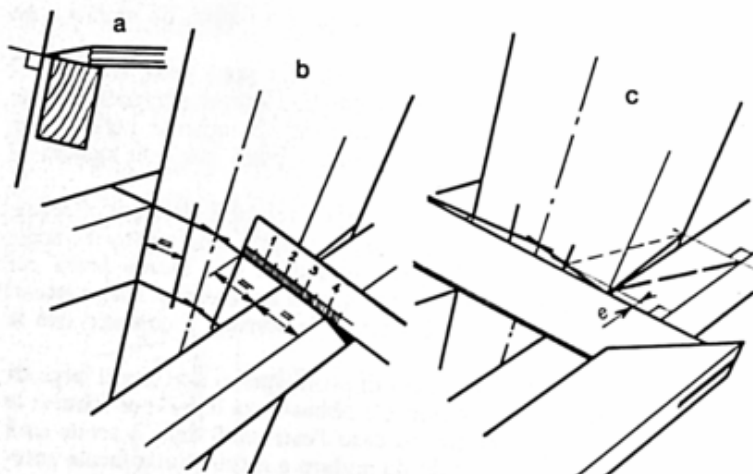

Fig. VIII.35. Tracciato dell'incastro e dell'estremità della serretta in una ruota di prora stretta.
1) Dopo avere appoggiato la serretta sulla faccia posteriore della ruota se ne riporta il tracciato sugli spigoli della ruota, con la matita poggiata perfettamente a piatto sulla faccia superiore o inferiore della serretta (fig. VIII.35).
2) Si appoggia un decimetro contro la faccia posteriore della ruota; l'estremità del decimetro dovrà toccare la faccia superiore o inferiore della serretta (fig. VIII.35 b). Si porta, quindi, la traccia sulla ruota e sulla corrispondente faccia della serretta, poi si misura la profondità dell'incastro che si riporta sulla ruota.
3) Con la squadra posata sulla serretta e appoggiata contro di essa (fig. VIII.35 c) si rileva lo scarto e che si riporta sul lato interno della serretta; si riporta, quindi, sul lato esterno, la parte terminale del tracciato sulla faccia anteriore della ruota.